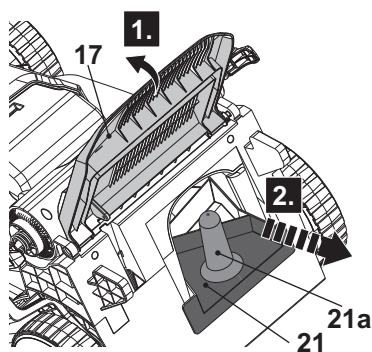

Fig. 17
2. Soulevez la poignée (21a) pour désengager le kit mulching (21) des encoches de la goulotte d'éjection arrière (20b), puis retirez le kit mulching (21) (Fig. 17).